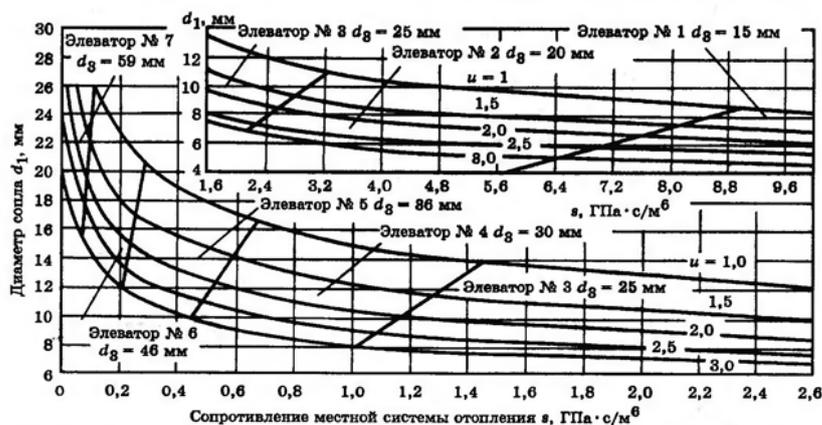

Рисунок 9.5. Номограмма для выбора элеватора
- При установленном флажке Корректировать номер элеватора, оптимальный номер элеватора подбирается по следующей номограмме. (Рисунок 9.5, «Номограмма для выбора элеватора»).